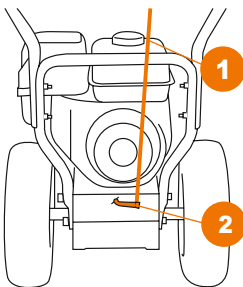

Рис. 3
• Подсоедините штангу рычага выбора передач (1) к кронштейну привода (2) расположенного в нижней части снегоуборщика и зашплинтуйте ее (Рис.3).